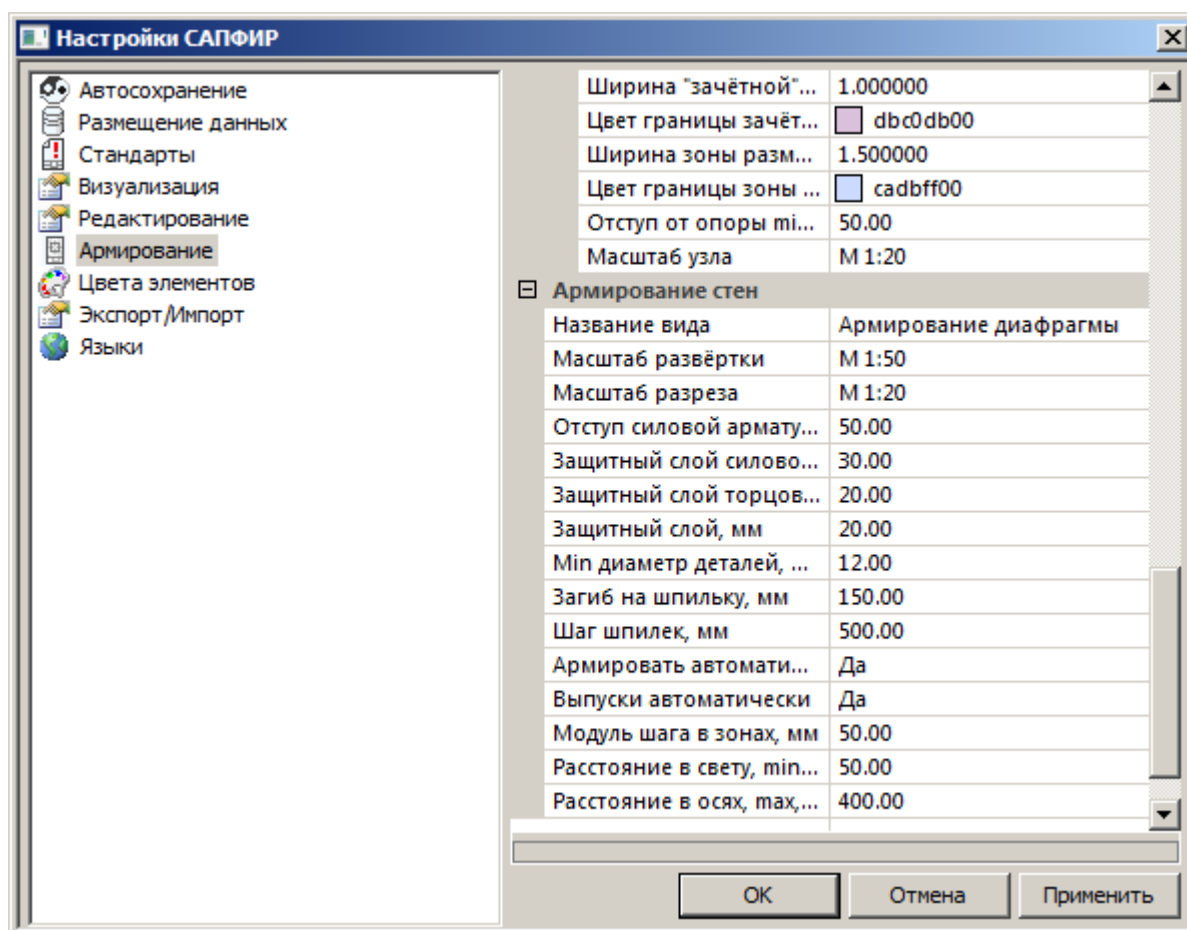

Рис.8.22. Диалоговое окно **Настройки САПФИР**
- Разместите границу зоны в месте где сверху заканчивается изополе оранжевого цвета соответствующее значению на шкале Ø16ш.100 (рис.8.22 Зона 1).
- На панели свойств инструмента  - **Зоны диафрагм** выполните щелчок по кнопке  - **Связать** (рис.8.22).
- В блоке **Армирование стен** установите для параметра **Модуль шага в зонах** значение **50мм** (рис.8.22).
Инструмент **Связать** устанавливает зависимость между диаметром и шагом стержней. Соответственно, при увеличении диаметра увеличивается и шаг арматурных стержней для обеспечения необходимой расчетной площади армирования. Увеличение шага происходит с определенным **модулем шага в зонах**, заданным в диалоговом окне **Настройки САПФИР** на закладке **Армирование** в блоке **Армирование стен** (рис.8.22). Увеличение и уменьшение шага стержней происходит в пределах конструктивных требований, заданных в этом же диалоговом окне (**расстояние в свету, min**; **расстояние в осях, max**).